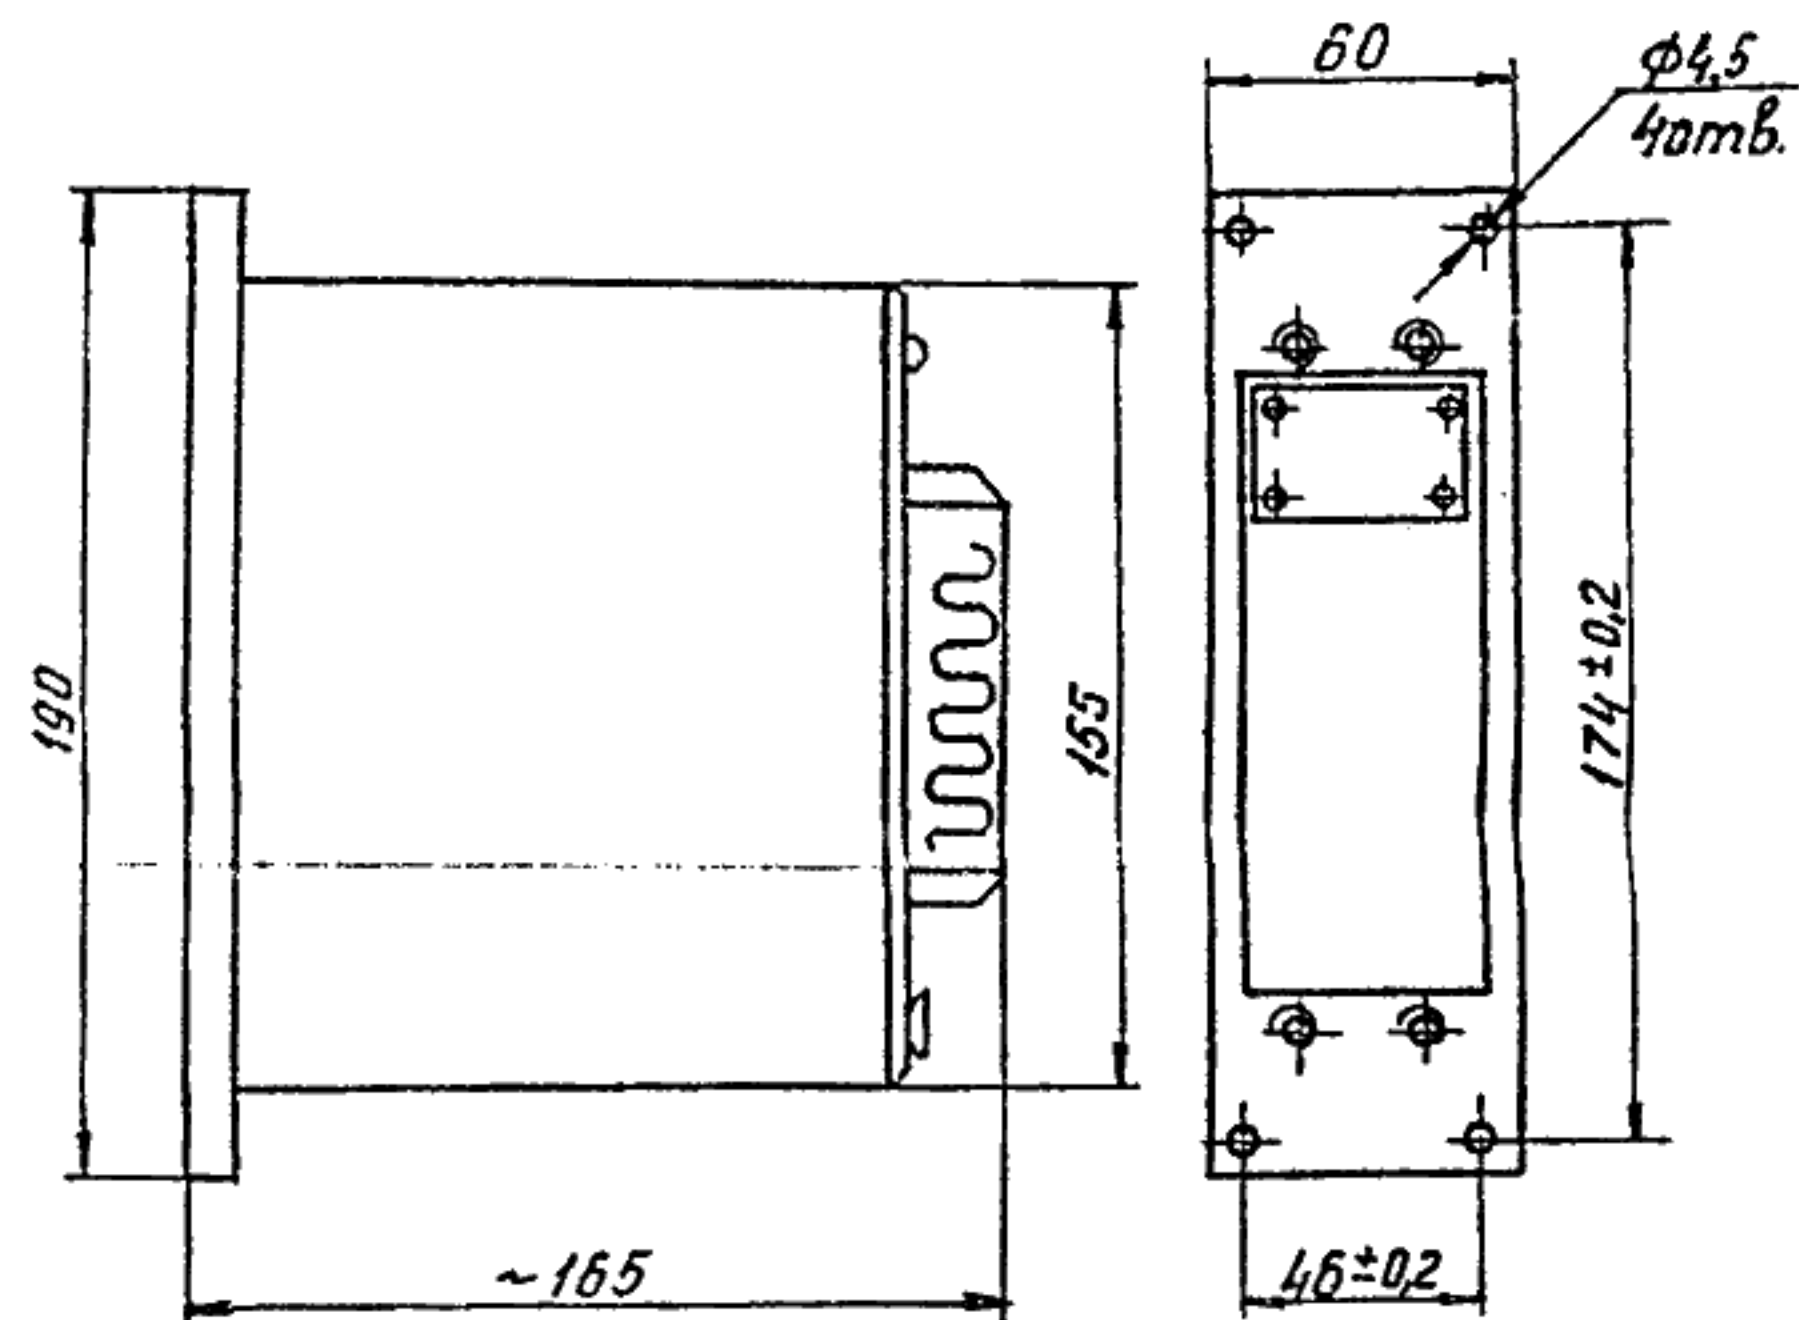

Рис. 1
2.10. Габаритные и установочные размеры усилителя приведены на рис. 1 приложения.
Усилитель (рис. 1) имеет прямоугольное металлическое основание с каркасом, на котором закреплены две печатные платы и клеммная колодка с клеммами под винт.